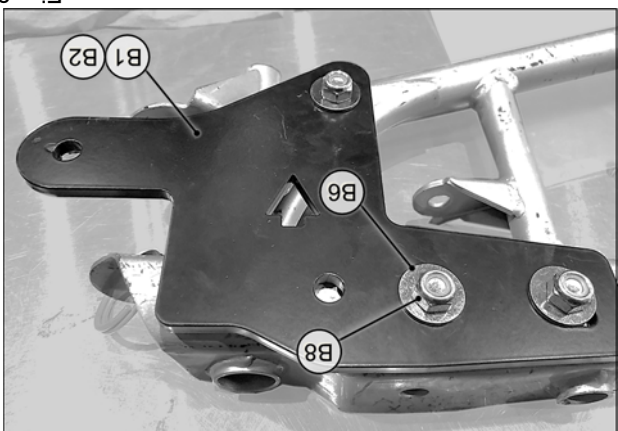

Fig. 8
8. Positionner l'ancrage de suspension (B1-B2) aux boulons préalablement installés. Utiliser les rondelles plates (B6) et les écrous (B8) fournis pour fixer en place l'ancrage de suspension. Serrer les boulons à un couple de 25 N•m [18 lb•pi]. Voir la Fig. 8